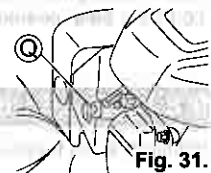

Fig. 31.
- 1 Remova o terminal da vela (Q). (Veja a fig. 31.)